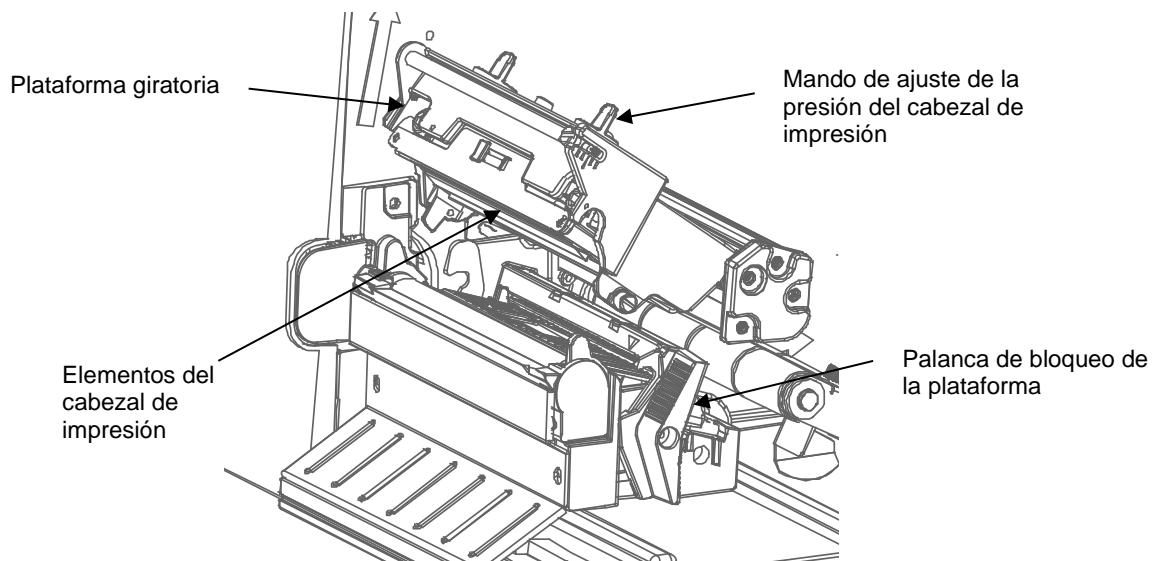

Figura 2 Apertura de la plataforma giratoria
3. Cierre la plataforma giratoria y gire la palanca de bloqueo de la plataforma completamente en sentido antihorario. (Figura 2.)